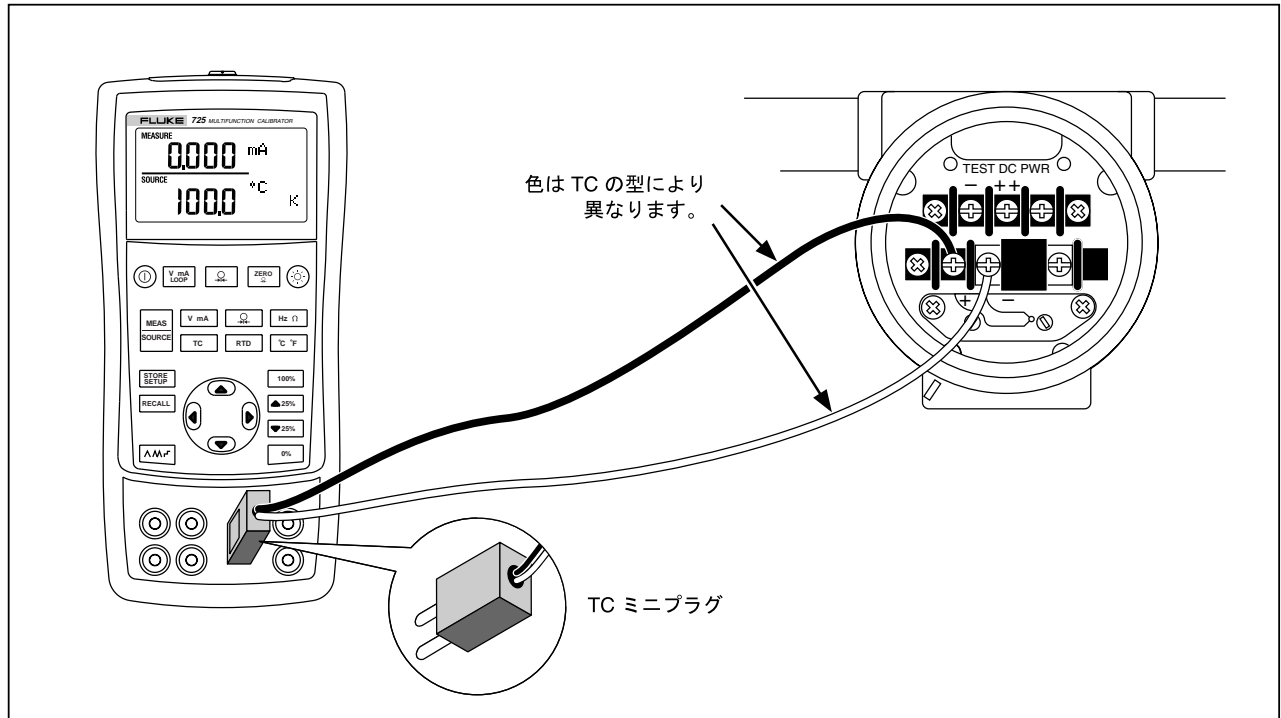

図 16. 熱電対をシミュレートするための接続
本器の TC 入出力端子と被試験計器とを、熱電対ワイヤーおよび適切な熱電対ミニ・コネクター（中心間隔が 7.9 mm (0.312 in) の極性のある熱電対ミニプラグ）を用いて接続してください。一方のピンは他方より幅広です。間違った極性のままでミニプラグを押し込もうとしないようにしてください。図 16 にこの接続を示します。熱電対をシミュレートするには以下の手順に従ってください。
1. 熱電対のリード線を適切な TC ミニプラグに取りつけ、図 16 に示すように TC 入出力端子に接続してください。